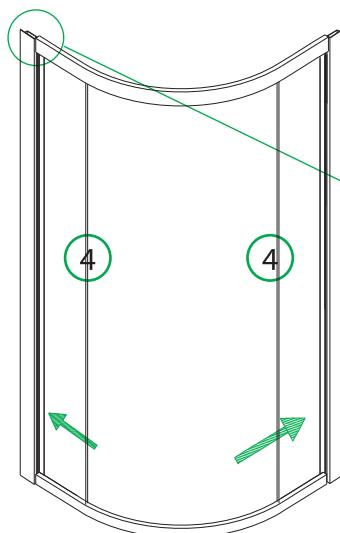

Рис. 7 / 7-сур.
3. Вставьте в пристенные профили неподвижные стеклянные панели (рис. 7).